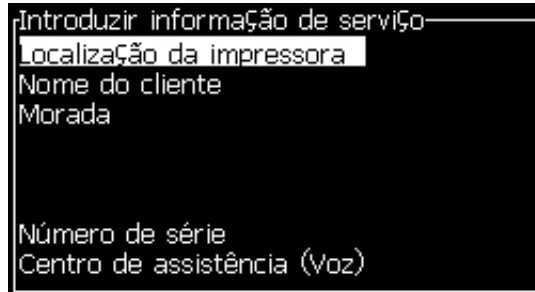

Figura 4-23: Caixa de diálogo *Inserir informações de assistência técnica*
2. Selecione a opção *Inserir informações de assistência técnica* e pressione a tecla *Enter*. A caixa de diálogo *Inserir informações de assistência técnica* é exibida (veja Figura 4-23).